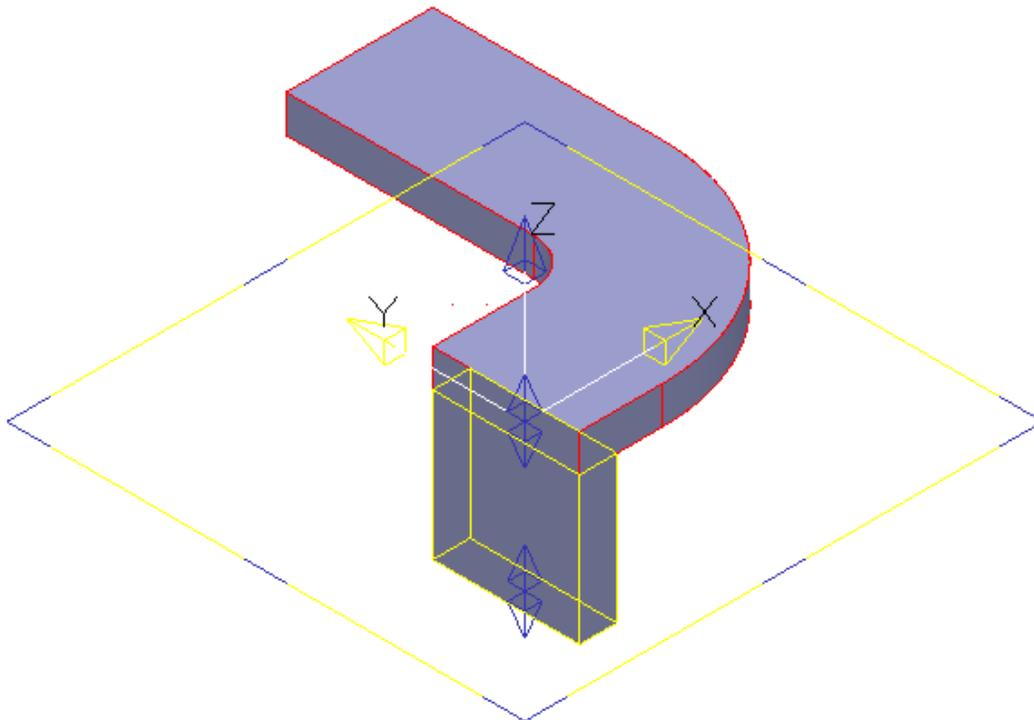

Figura 2.95 Pestaña.
- Hacer doble clic sobre el sólido para abrir el cuadro de dialogo Extrusión, modificar el parámetro Largo negativo a 51, Longitud a 0 y hacer clic en Aceptar del formulario Extrusión (Figura 2.95).